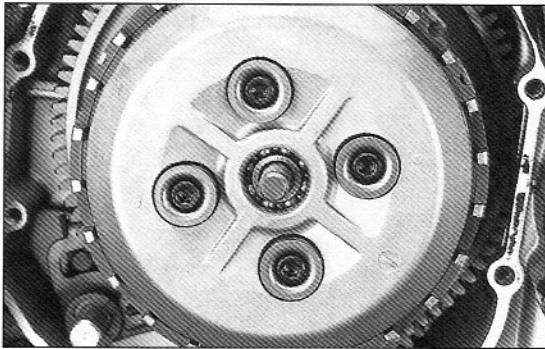

Bild 183
- Vier Kupplungsfederschrauben schrittweise über Kreuz ausdrehen (Bild 183).